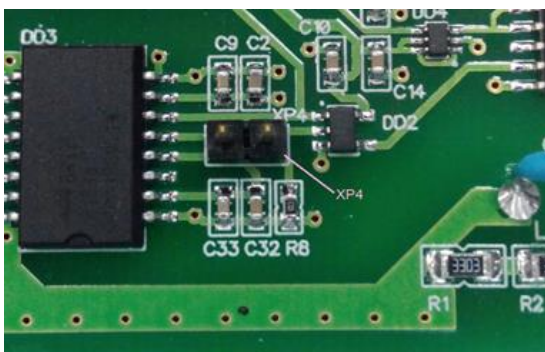

Рисунок 3
1.2.8 Конвертер имеет возможность инверсии сигнала на выходе «Out». Для этого необходимо снять крышку корпуса и установить переключку XP4, которая находится на плате конвертера (см. рисунок 3).